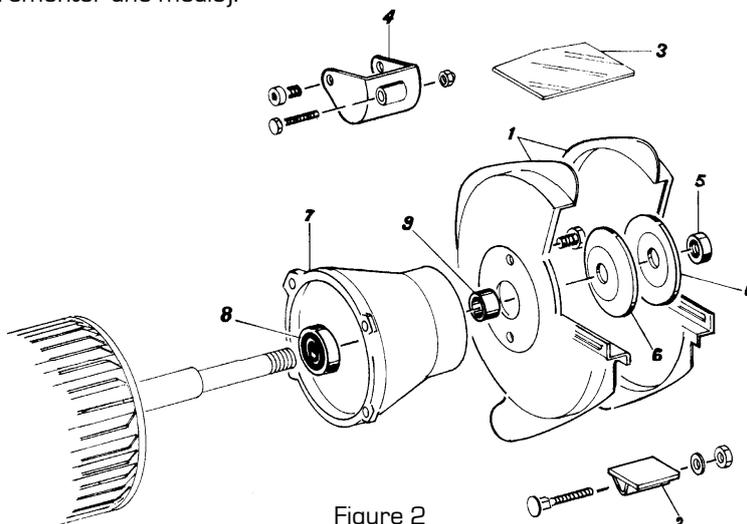

Figure 2
2. Démonter le pare-étincelles (4 fig.2), l'écran de protection (3 fig.2) et le support d'outils (2 fig.2).
3. Démonter le carter extérieur de meule (1 fig.2) en dévissant les vis.
4. Dévisser l'écrou de meule (5 fig.2) en utilisant une clé plate ainsi qu'une clé six pans.
5. Insérer la clé six pans à l'extrémité de l'arbre et la clé plate sur l'écrou (5 fig.2).
6. Démonter le flasque extérieur du carter de meule (6 fig.2).